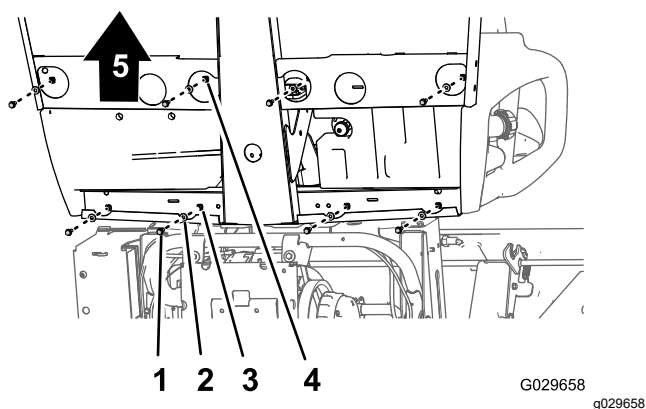
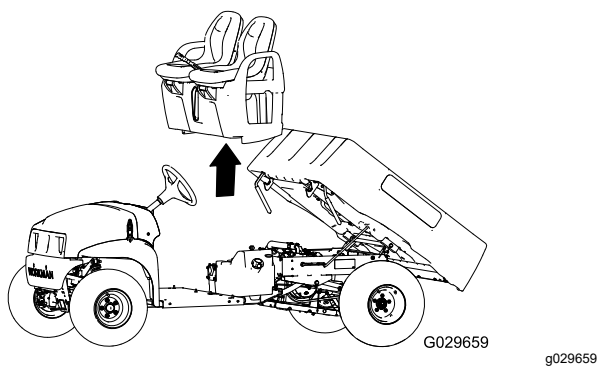

Figure 44
Figure 45
1. Au bas de la machine, retirez les 8 boulons à embase et les 8 rondelles qui fixent la base des sièges au plancher et au profilé arrière de la cabine (Figure 44).
2. Déposez les sièges, la base et les câbles de frein de stationnement de la machine (Figure 44) avec précaution.
1. Soulevez les sièges et sa base sur la machine et alignez les câbles de frein avec le châssis (Figure 44 et Figure 45).
2. Alignez les trous dans la base des sièges et les trous dans le plancher et le profilé arrière de la cabine (Figure 44 et Figure 45).